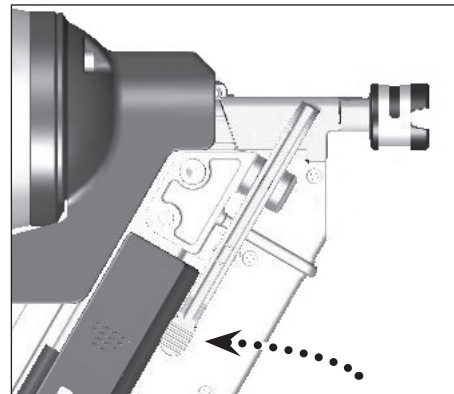

Figure 23 - Levier de buse à dégagement rapide
3. Enfoncer le levier sur la Buse à dégagement rapide (BDR) pour désengager la partie sur le corps de la buse (voir la Figure 23).